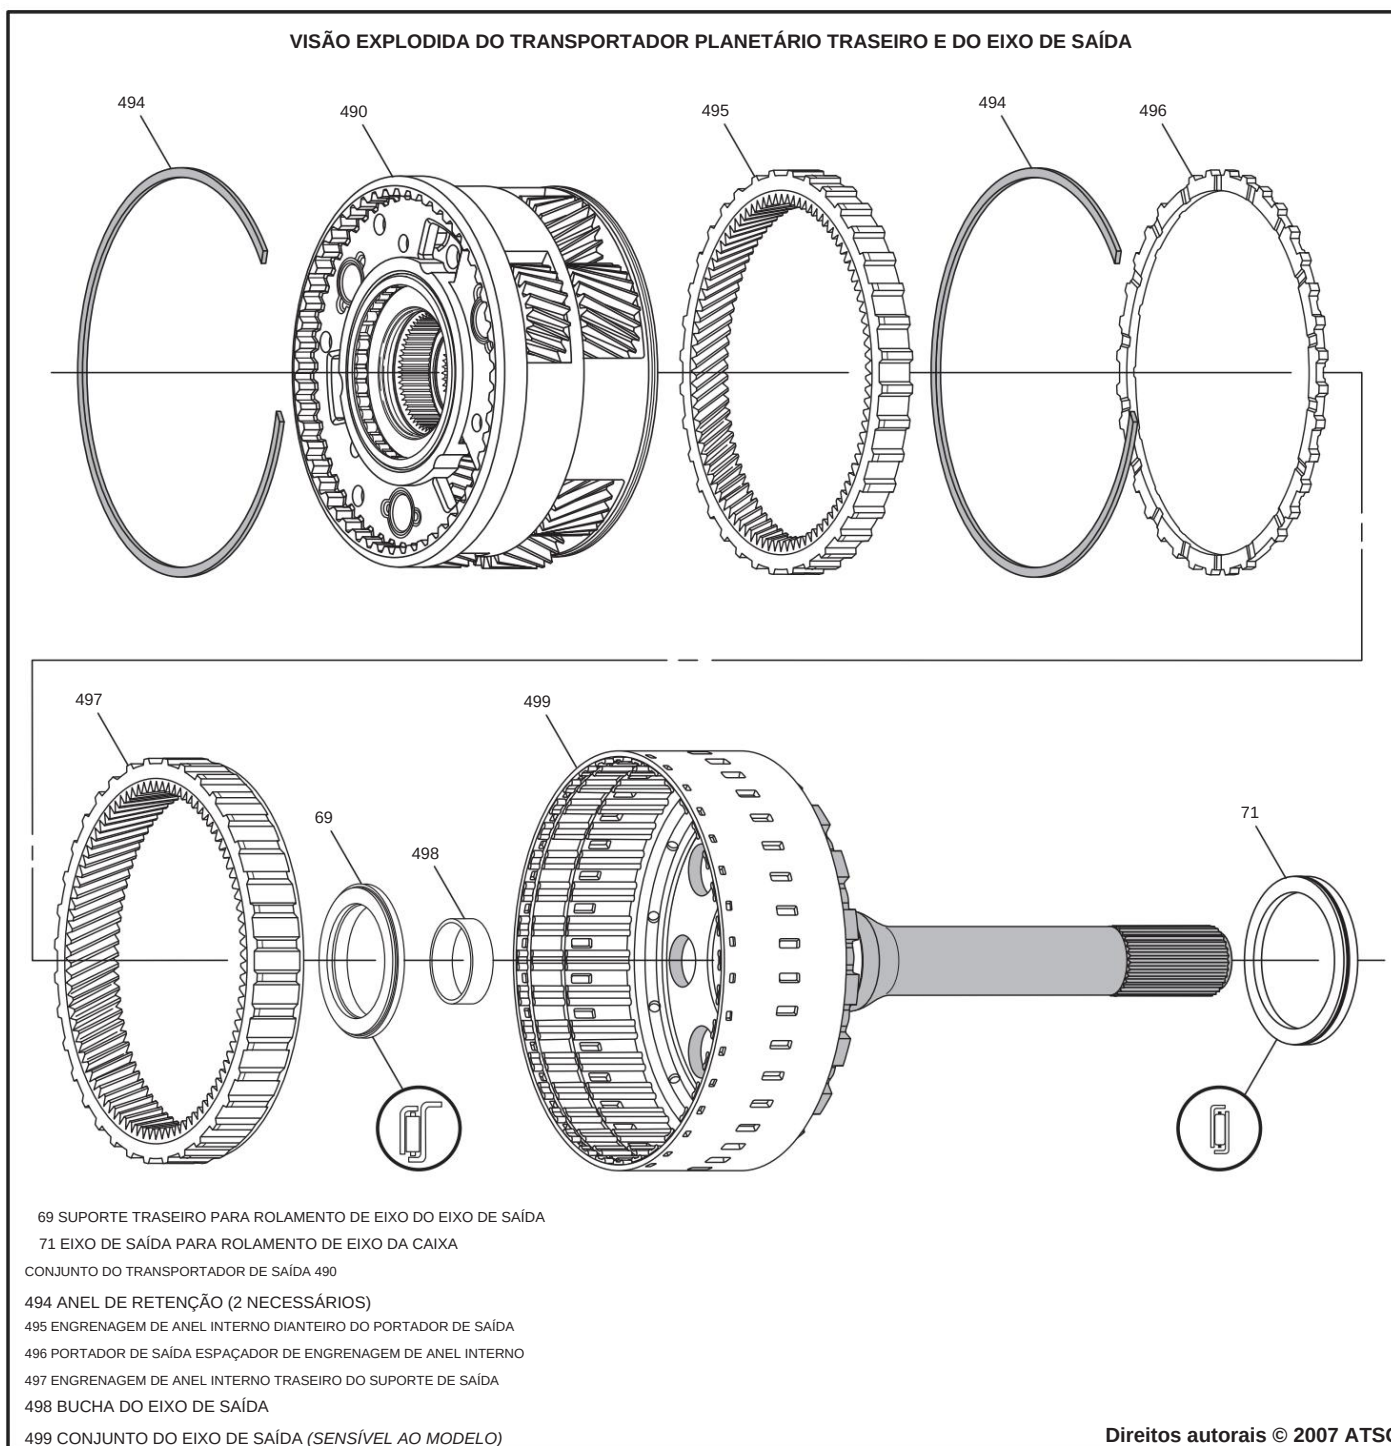

Figura 122
- SAÍDA 1. Desmonte o conjunto do eixo de saída usando a Figura 122 como guia.